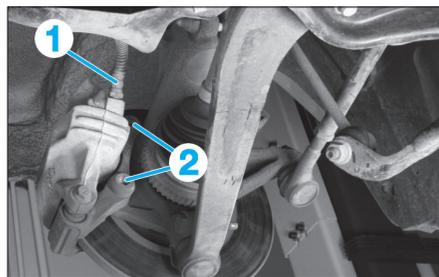

Fig. 6
- Désaccoupler le flexible de frein (1) (Fig.6).